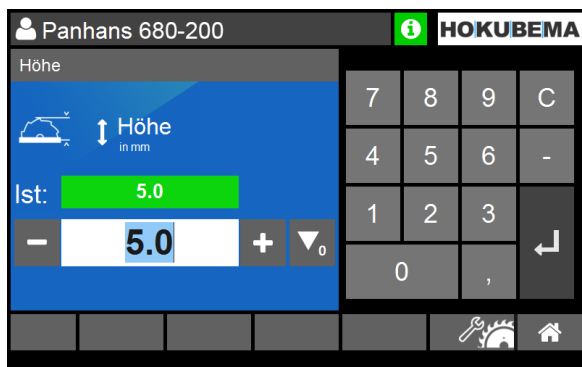

Abbildung 55: Höhe einstellen
2. Gewünschtes Maß in mm eingeben (⇒ Abbildung 55).
4. Starten Sie den Vorgang mit der Positioniertaste (2).